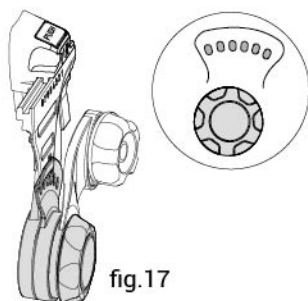

fig.17
- Para ajustar la posición de reposo y el rango de rotación, afloje el pomo de tensión, gire la palanca a una de las tres posiciones y apriete el pomo de tensión (véase la fig. 17).